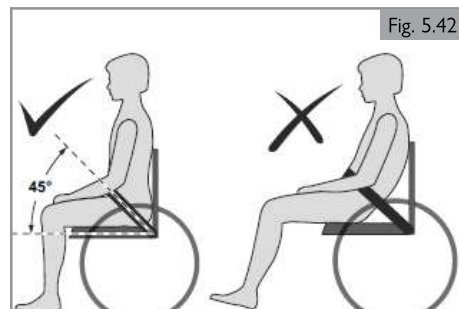

Fig. 5.42
3. Por lo general, el cinturón pélvico debe quedar posicionado de modo que la correa esté en un ángulo aproximado de 45 grados (Fig. 5.42), y cuando se lo ajusta correctamente, debe impedir que el usuario resbale hacia abajo del asiento.